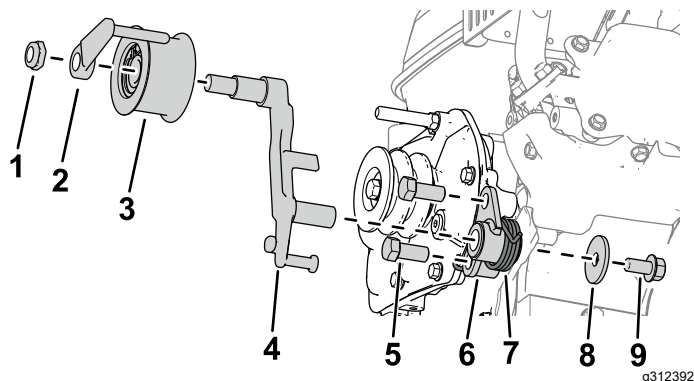

Figura 3
5. Instale el soporte del embrague en la caja de engranajes con 2 pernos (7/16" x 1"), como se muestra en la Figura 3.
6. Instale la palanca del embrague en el soporte del embrague (Figura 3).
7. Instale el muelle de torsión en el soporte del embrague con una arandela ($\frac{3}{8}$ " x $1\frac{3}{8}$ ") y un perno ($\frac{3}{8}$ " x $\frac{3}{4}$ "), como se muestra en la Figura 3.
8. Instale el conjunto de la polea tensora en la palanca del embrague con una guía de correa y una tuerca hexagonal (Figura 3).